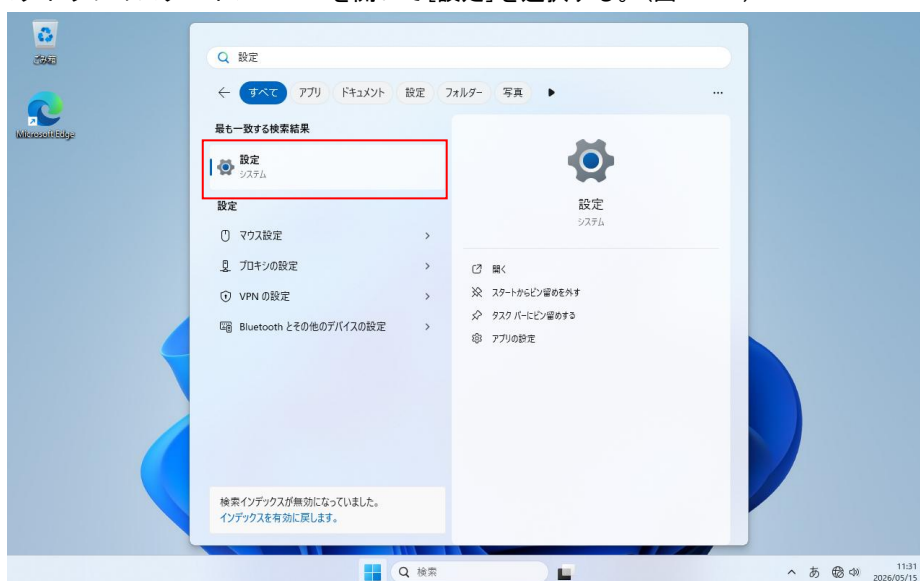

図 1-4-1. スタートメニュー
- 1) デスクトップのスタートメニューを開いて[設定]を選択する。(図 1-4-1)